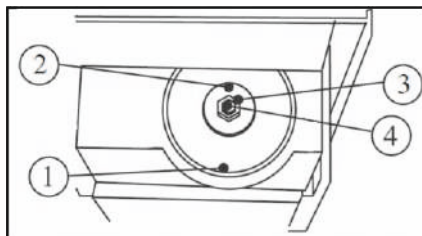

Рис. 5
2. Открутите прижимную гайку (3) шпинделя (4), используя ключ фиксации шпинделя и гаечный ключ. Снимите наружный фланец (2) (рис. 5).
3. Установите на внутренний фланец шпиндель алмазный диск (1) (рис. 5). Стрелки направления вращения на диске должны соответствовать направлению стрелки на защитном кожухе.